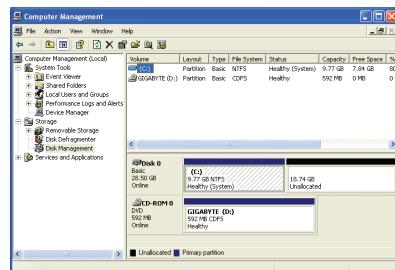

図 16
2. バックアップファイルを削除すると、バックアップされた画像ファイルは **Disk Management** (ディスク管理) からなくなり、ハードドライブのスペースが開放されます。(図 16)。